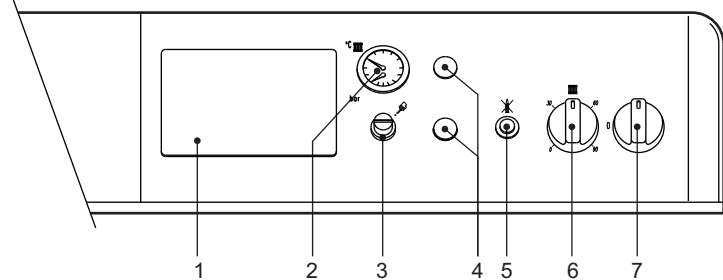

fig. 1 - Tableau des commandes
- Mettre l'interrupteur de la chaudière "7" sur la position 1 (fig. 1).
- Lorsque la chaudière est dotée d'un module électronique thermostatique, monté en position 1. fig. 1, l'utilisateur devra également tenir compte des instructions fournies par le constructeur de celui-ci.
Tourner la manette 6, fig. 1 dans le sens des aiguilles d'une montre pour augmenter la température de l'eau de chauffage, la tourner dans le sens inverse pour la réduire. La température peut être modulée de 30° mini à 90° maxi. Il est toutefois conseillé de ne pas faire fonctionner la chaudière au-dessous de 45°.
Programmer la température souhaitée à l'intérieur des pièces à l'aide du thermostat d'ambiance. Commandée par le thermostat d'ambiance, la chaudière s'allume et l'eau est amenée à la température établie par le thermostat de réglage de la chaudière 6, fig. 1. Le générateur s'éteint dès que la température souhaitée aura été atteinte à l'intérieur des pièces.
La pression de charge de l'installation froide, lue sur l'hypomètre de la chaudière partie 2 de fig. 1, doit être d'environ 1,0 bar. Au cas où au cours du fonctionnement de l'installation la pression baisserait, (à cause de l'évaporation des gaz contenus dans l'eau) à des valeurs inférieures au minimum précité, l'utilisateur devra rétablir la valeur initiale à l'aide du robinet de charge. Refermer toujours le robinet de remplissage à l'issue de l'opération.